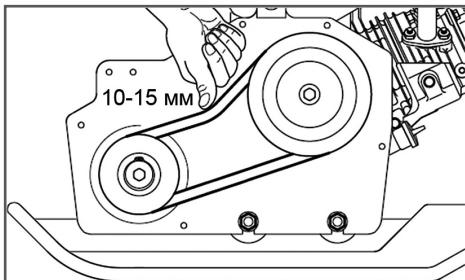
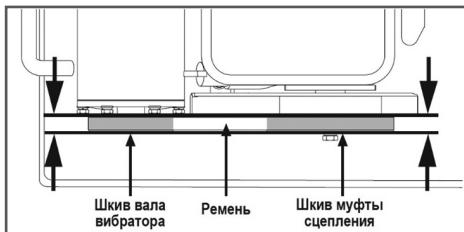

Рис. 27 Проверка натяжения ремня
Рис. 28 Проверка плоскости шкивов и ремня
3. Проверьте натяжение ремня. Правильно натянутый ремень при сильном нажатии пальцем должен прогибаться примерно на 10-15 мм (Рис. 27).
- Сдвигая двигатель в сторону от вибратора, проверяйте натяжение ремня (Рис. 27). При этом контролируйте, чтобы ремень и шкивы вала вибратора и муфты сцепления были в одной плоскости (Рис. 28).